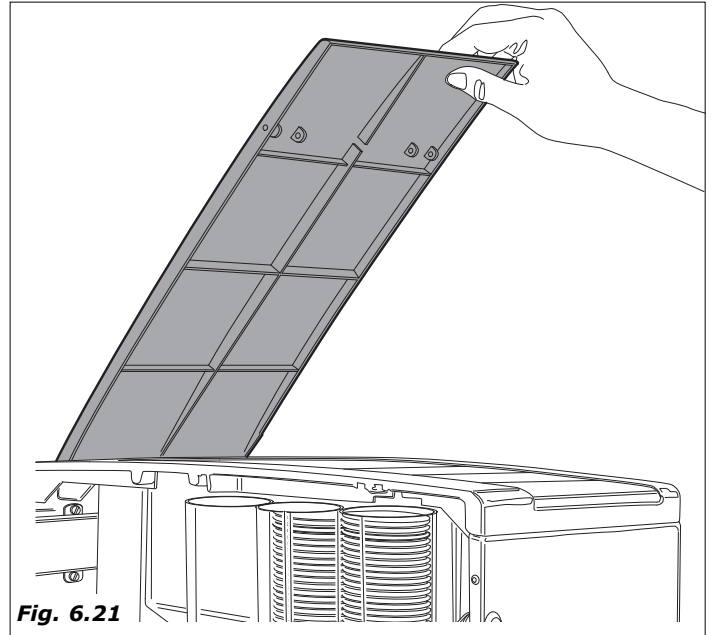

Fig. 6.21
- le chargement peut se faire en laissant les récipients installés, en soulevant le portillon supérieur du distributeur (Fig.6.21), ou en déboîtant chaque récipient.